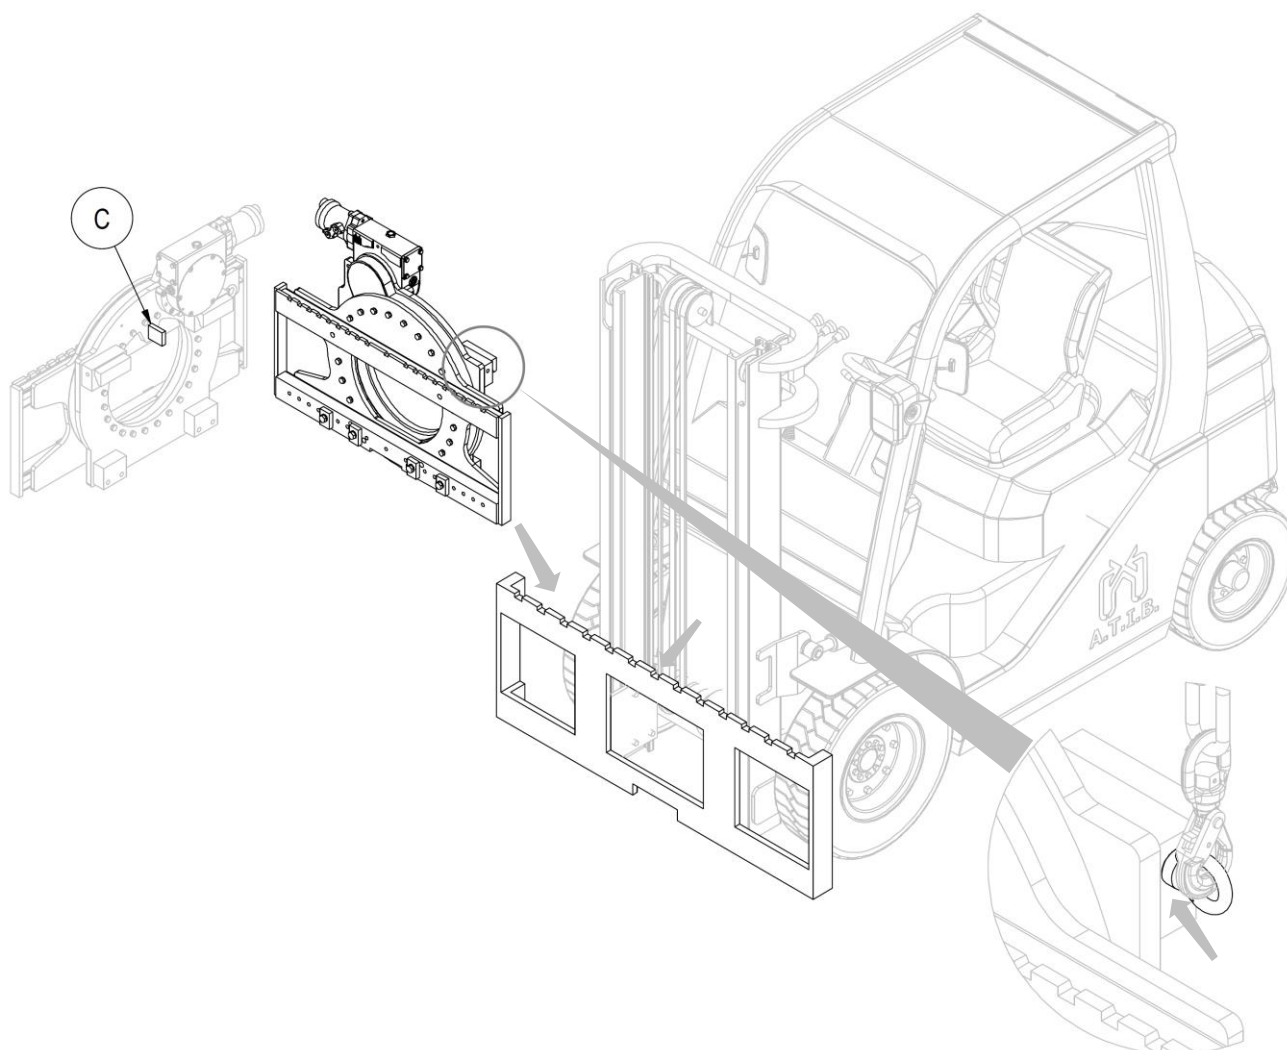

Figura 5
5. Per la movimentazione devono essere usati esclusivamente golfari orientabili, i quali vanno avvitati negli appositi fori laterali (vedi dettaglio *Figura 5*).
6. Con un carro ponte o un paranco di portata sufficiente posizionare l'attrezzatura sulla piastra porta forche, avendo cura di incastrare il dente di centraggio C nella tacca centrale della stessa (vedi *Figura 5*).